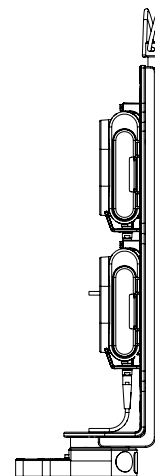
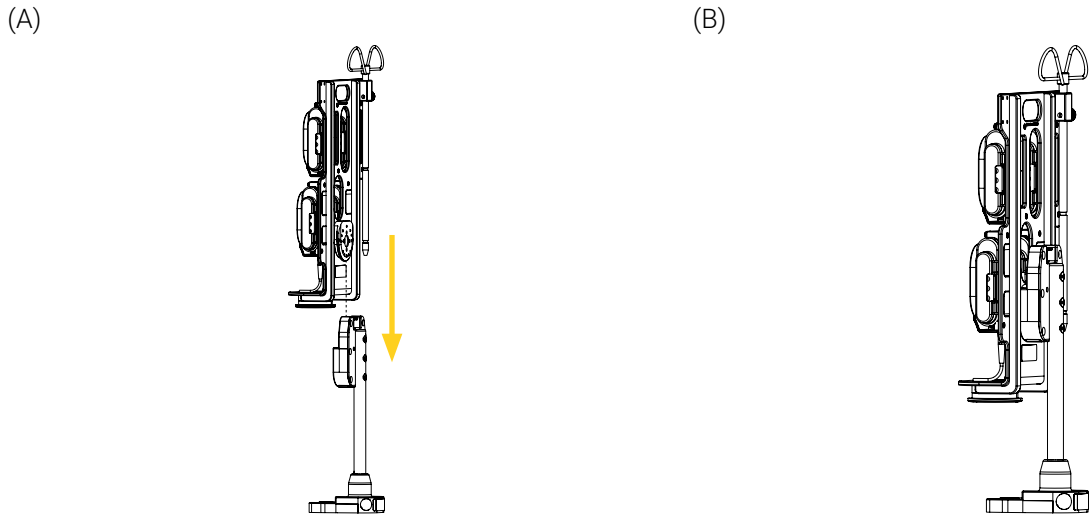

Figure 6: Installation du support de fixation dans la Micro Base horizontalement
Figure 7: Installation du support de fixation dans la Micro Base verticalement
1. Aligner et insérer le support de fixation dans la Micro Base horizontalement (Figure 6) ou verticalement (Figure 7) jusqu'à ce qu'il se verrouille. Consulter la section « Mécanisme de verrouillage » à la page 18 au besoin.